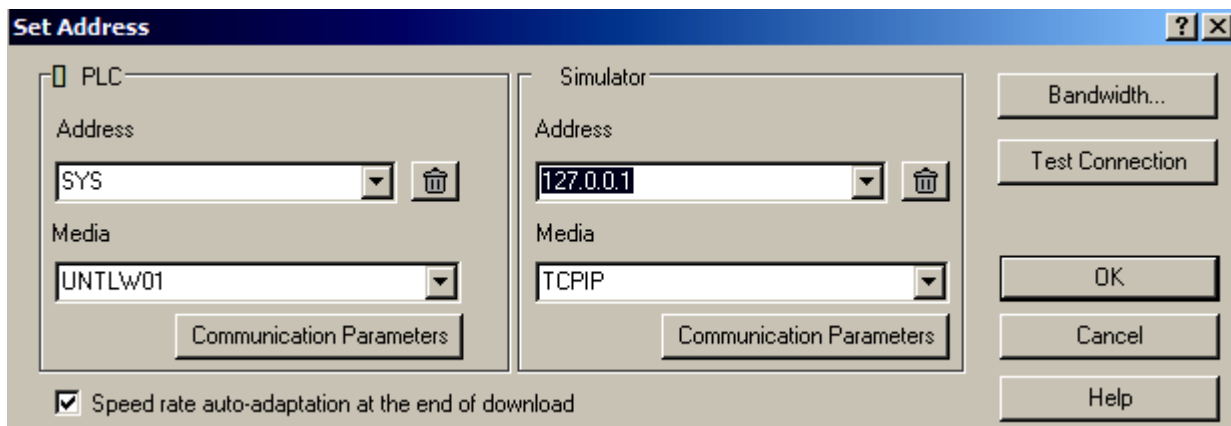

Рис.1.38. Налаштування з'єднання з реальним ПЛК через порт TER.
34. При необхідності з'єднання з реальним ПЛК TSX Premium через порт TER, налаштувати адресу та перевірити з'єднання як на рис.1.38 (меню *PLC->Set Address*, перевірка з'єднання – кнопка "*Test Connection*")